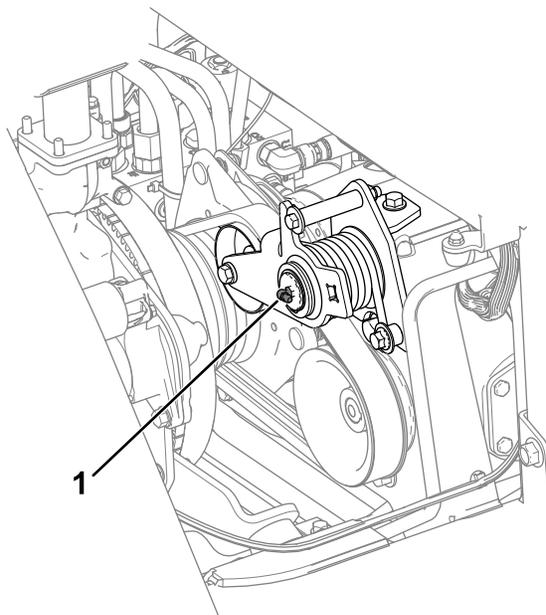

Рисунок 47
- Рычаг натяжного ролика (Рисунок 47)